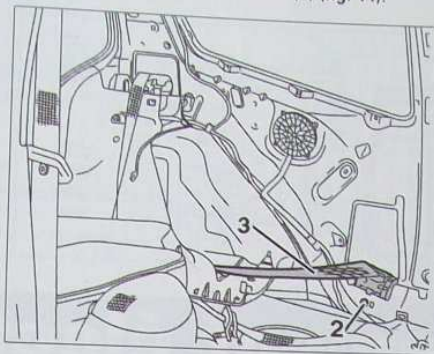

FIG. 14
- Déposer la vis (2) et l'enrouleur (3) (fig. 14).